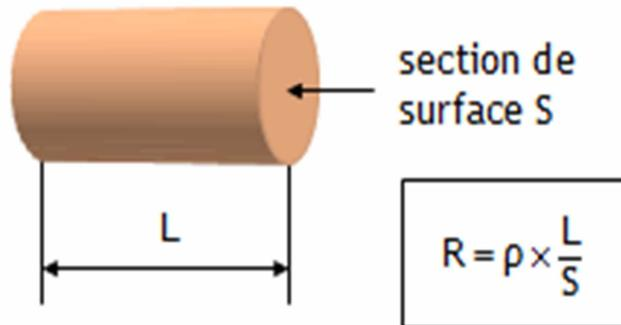

Figure III.1 Résistance électrique d'un fil conducteur de longueur l et de section S .
Considérons un fil métallique (figure III.1) de longueur l et de section S , parcouru par un courant continu d'intensité I . D'après *la loi d'Ohm*, la résistance électrique de ce fil conducteur (R) est définie par l'équation (III.1):